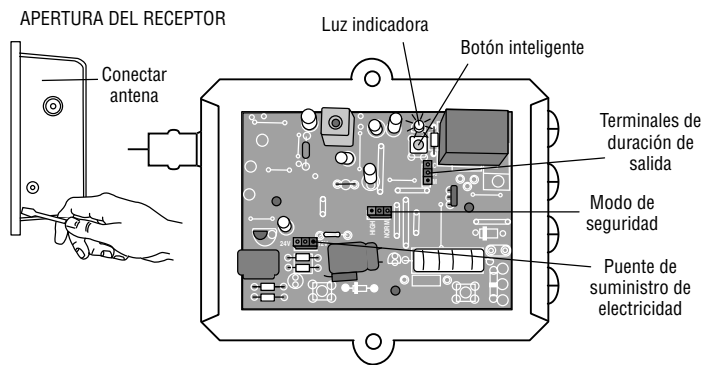

FIGURA 7
1. Separar abierto en panel delantero de la caja del receptor con una moneda o un destornillador. Reconectar la electricidad al abridor *Figura 7*.